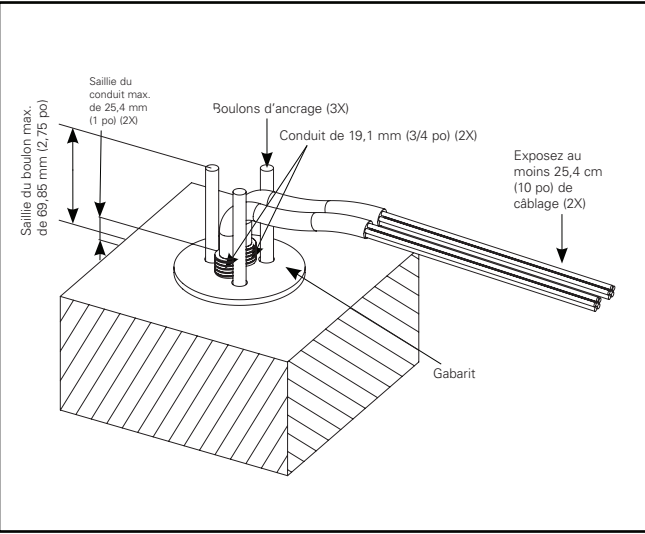

Figure 1.
Comment installer (Figure 1. - Figure 5.)
1. Installez les ancrages de fondation et les conduits à l’aide du gabarit d’ancrage fourni, comme illustré, en notant l’orientation prévue du luminaire (Figure 1).